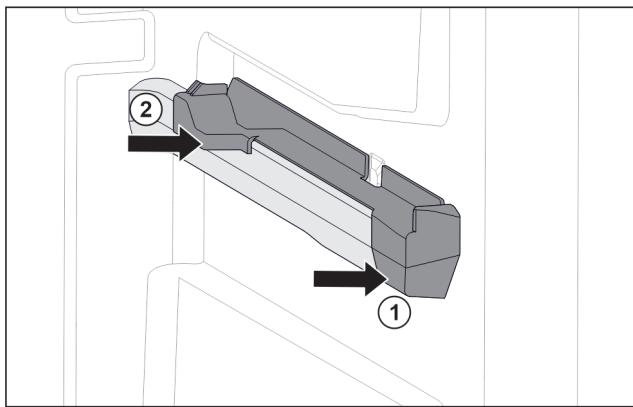

Fig. 63 Вставная часть на правом контейнерном ребре
- Наденьте вставную часть спереди на контейнерное ребро. Fig. 63 (1)
- Нажмите на вставную часть сзади. Fig. 63 (2)